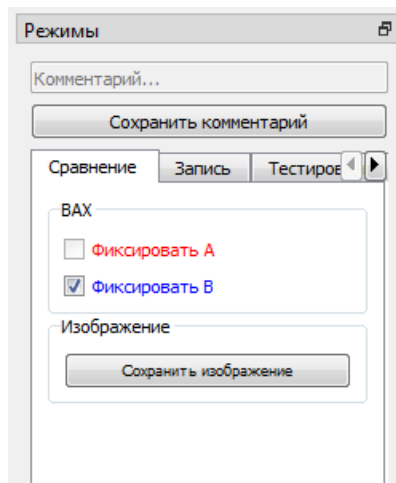

Рисунок 8. Элемент интерфейса - сравнение
- Для фиксации ВАХ на основном экране, перейдите в раздел «сравнение» и установите галочку на канале, который необходимо зафиксировать (рисунок 8).